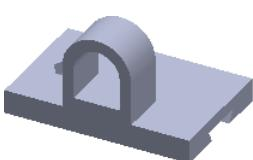

图 5.2.18 上下二等角轴测视图
- (上下二等角轴测视图): 单击此按钮, 可将模型视图旋转到上下二等角轴测三维视图模式, 如图 5.2.18 所示。